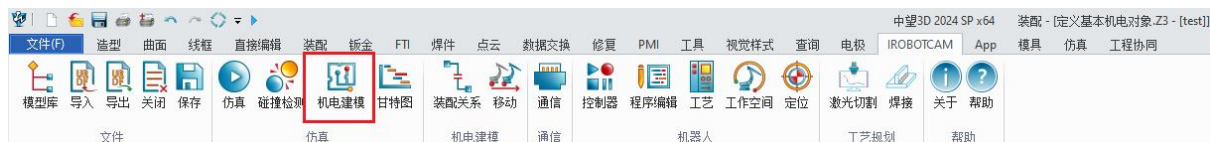

图 5-5：机电建模
- 单击“IROBOTCAM”进入机电建模界面。(图 5-5)